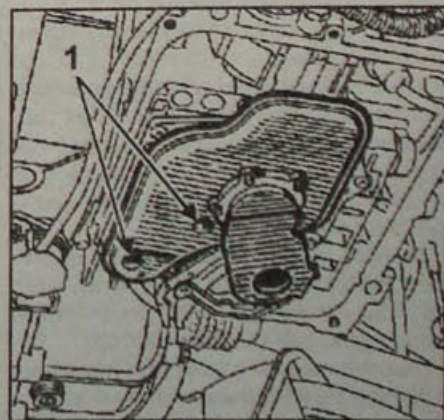

Рис. 7.7. Расположение болтов (1) крепления сетчатого фильтра
- Выверните 2 болта и снимите сетчатый фильтр (рис. 7.7).